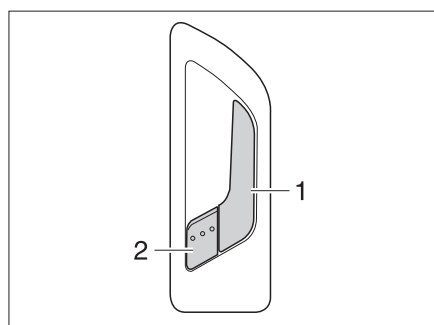

Bild 24 Türschloss Eingangstür, innen
**Öffnen:** ■ Am Griff (Bild 24,1) ziehen. Das Türschloss wird entriegelt. Der Sicherungshebel (Bild 24,2) springt automatisch heraus.
**Verriegeln:** ■ Den Sicherungshebel (Bild 24,2) drücken.